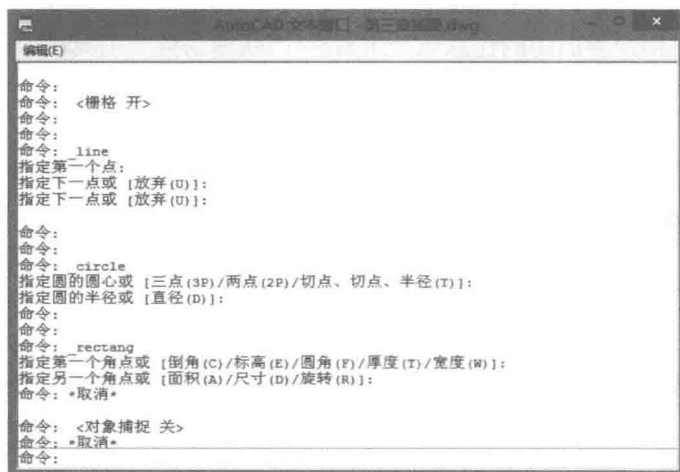

图 1-6 文本窗口
(3) 对当前命令窗口中输入的内容，可以按 [F2] 键用文本编辑的方法进行编辑，如图 1-6 所示。AutoCAD 文本窗口和命令窗口相似，它可以显示当前 AutoCAD 进程中命令的输入和执行过程，在执行 AutoCAD 某些命令时，它会自动切换到文本窗口，列出有关信息。